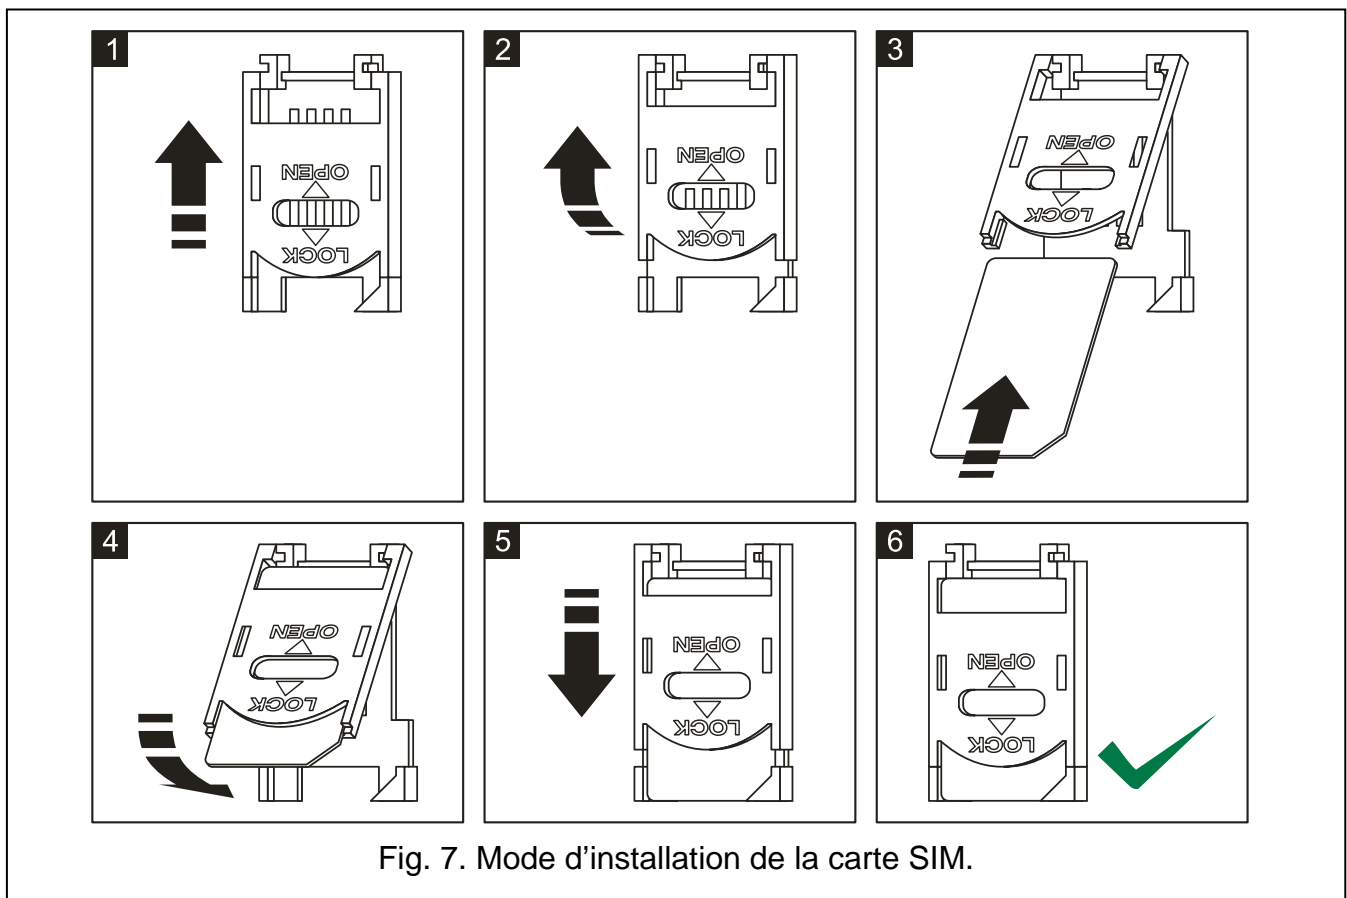

Fig. 7. Mode d'installation de la carte SIM.
11. Insérer la carte SIM dans le logement (voir : fig. 7).